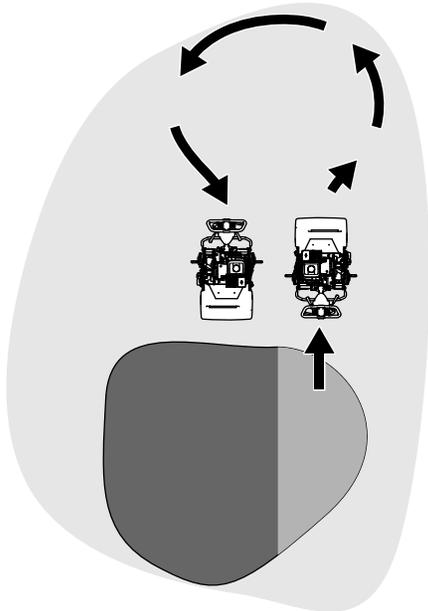

Figura 24
- Para girar la máquina y salir del green, eleve el molinete (empujando el manillar hacia abajo) y realice un giro en forma de lágrima sobre el tambor de tracción (Figura 24).
1. Localice la palanca de engranado de la tracción en la caja de engranajes de la transmisión (Figura 24).